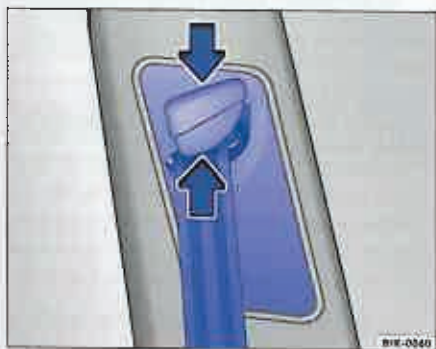

Fig. 20 Locul de fixare al centurii reglate pe înălțime.
- Mențineți dispozitivul de reglare ⇒ **fig. 20** apăsând în direcția săgeții.